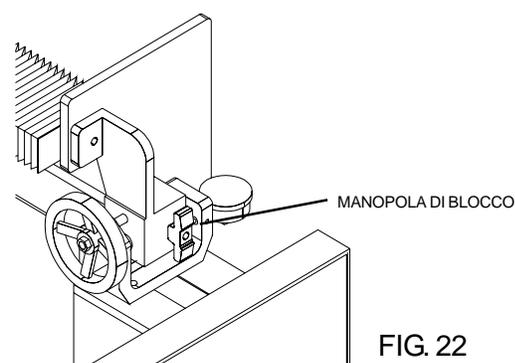

FIG. 22
2. Controllare il regolatore del lato destro. Il comparatore dovrà leggere .500. In caso contrario, allentare la manopola di blocco a T e regolare il volantino finché il comparatore non legge .500, quindi bloccare la manopola a T. Vedere la FIG. 22.